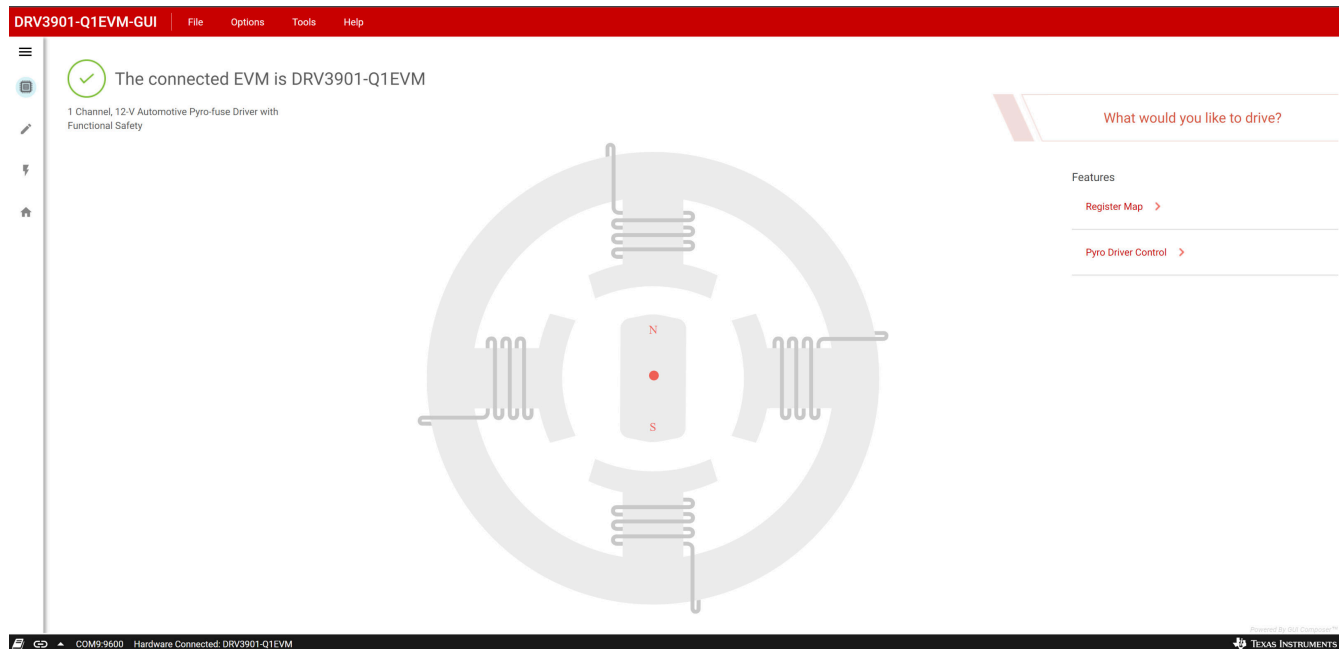

图 4-2. GUI 连接页面
3. 点击正确的图标后，GUI 应用程序将启动与 EVM 的通信。系统将显示连接确认，如下方的图 4-2 所示。EVM 现在应该已连接。GUI_STATUS LED (D11) 现在应闪烁，以确认 GUI 连接成功。如果 D11 不闪烁，请不要继续使用 GUI 应用程序。